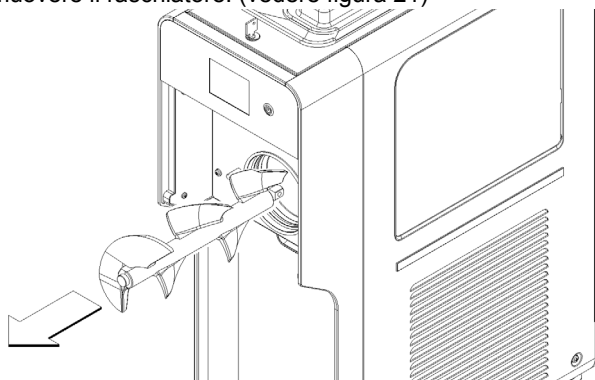

figura 21
- 7 Rimuovere il raschiatore. (vedere figura 21)